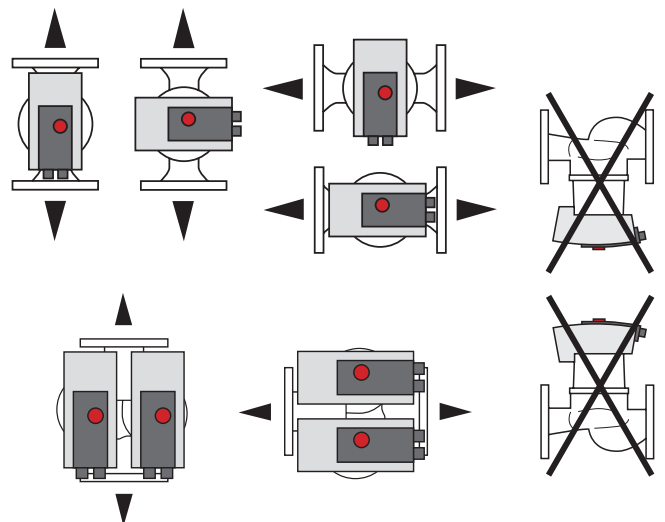

Fig. 4: Toegestane inbouwposities
1. Toegestane inbouwposities controleren → Fig. 4.